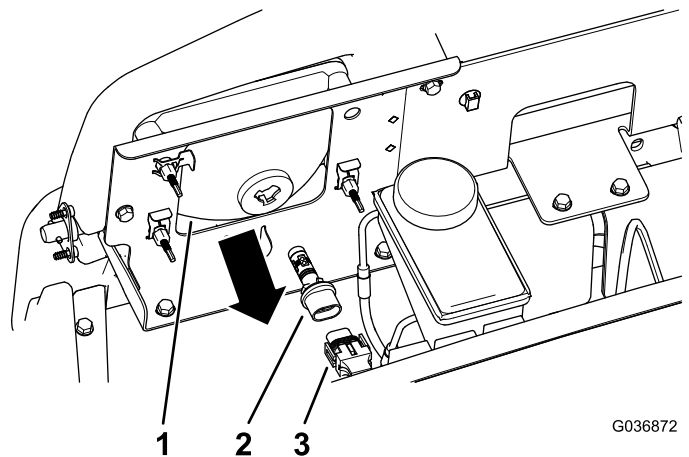

図 51
- ヘッドライトハウジングの裏側からきているランプアセンブリ用ハーネスコネクタを外す **図 51**。
- ランプアセンブリを左に1/4回転させて後ろに引き抜いてヘッドライトハウジングから取り出す **図 51**。
- 新しいランプアセンブリとヘッドライトハウジングを入れ、ランプアセンブリについているタブをヘッドライトハウジングのスロットに合わせる **図 51**。
- ランプアセンブリを右方向に 1/4 回転させて取り付ける **図 51**。
- ハーネス用のコネクタを、新しいランプアセンブリのコネクタに接続する **図 51**。